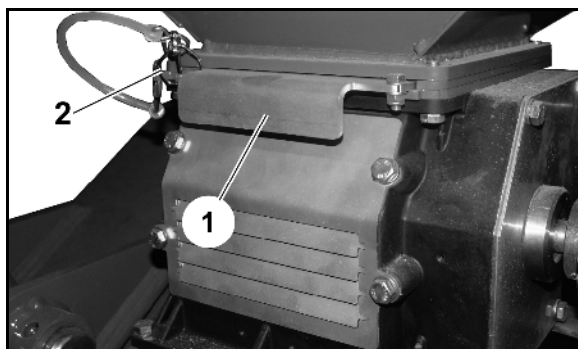

Рис. 81
6. При необходимости снова откройте отверстие бункера для посевного материала (Рис. 81/1) и застопорите пружинным фиксатором (Рис. 81/2).